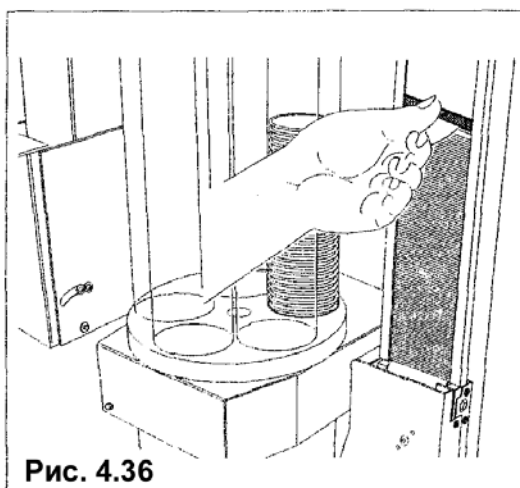

Рис. 4.36
- Проверьте, чтобы ложки не цеплялись, не гнулись и располагались горизонтально (рис. 4.36).